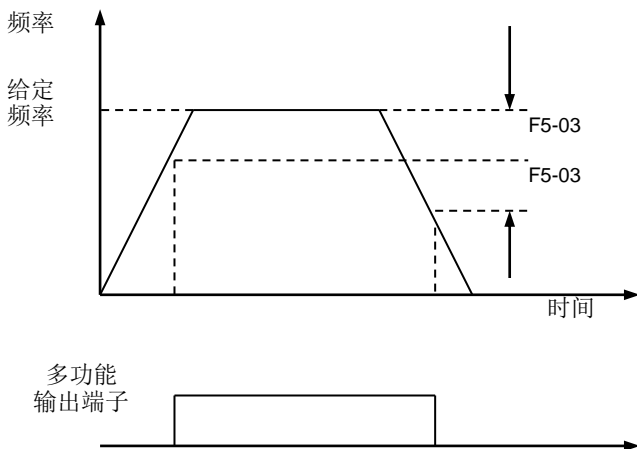

图 6-10 频率到达宽度
- 设定输出频率到达给定频率的检出宽度, 如图 6-10 所示。